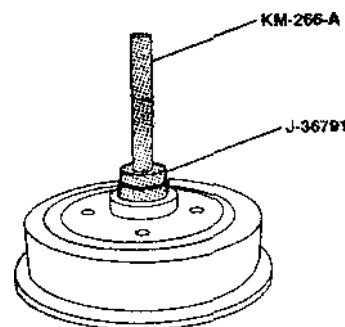
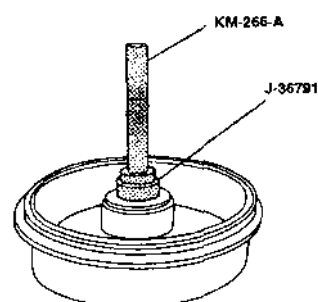

Рис. 5.39.
Рис. 5.40.
- запрессовать при помощи приспособлений (например, оправки J-36791 и стержня KM-266-A) в ступицу до упора в кромку посадочного места наружные кольца нового наружного (рис. 5.39) и внутреннего (рис. 5.40) подшипников;